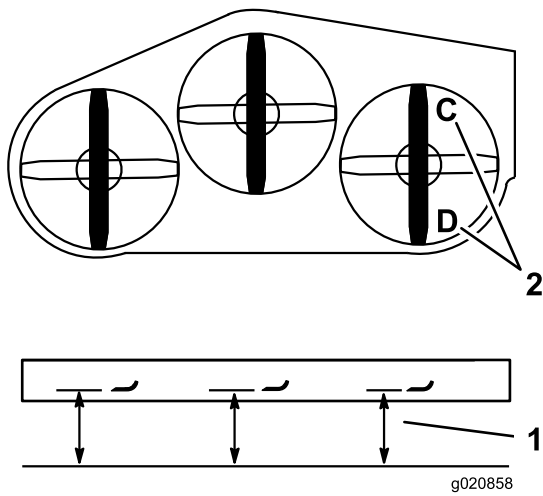

Figure 83
- Tournez la lame droite dans le sens longitudinal (Figure 83).
- Mesurez et notez la distance au point **C** entre la surface plane et le tranchant de la pointe de la lame droite (Figure 83).
- Mesurez et notez la distance au point **D** entre la surface plane et le tranchant de la pointe de la lame droite (Figure 83).
- La lame doit être plus basse de 6 à 10 mm (1/4 à 3/8 po) au point **C** qu'au point **D** (Figure 83). Si ce n'est pas le cas, passez aux opérations suivantes.